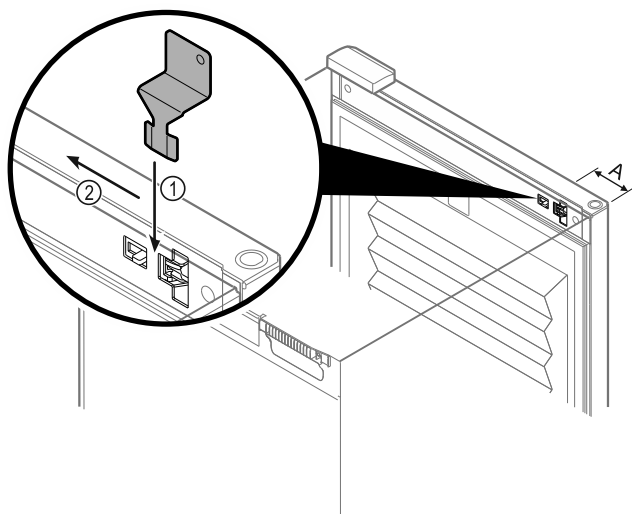

Fig. 164
- Notentriegelungsschlüssel an vorgegebener Stelle positionieren Fig. 164 (A) $\approx$ 100mm.
- Notentriegelungsschlüssel zwischen Tür und Gerätekorpus von oben bis zum Anschlag einstecken Fig. 164 (1).
- Notentriegelungsschlüssel in Richtung Scharnierseite ziehen Fig. 164 (2).